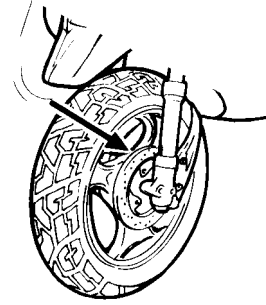

Fig. 28
- Um den Abnutzungszustand der Bremsbeläge zu überprüfen, reicht es aus die Bremszange von vorne her in Augenschein zu nehmen (siehe Pfeil in Fig. 28).